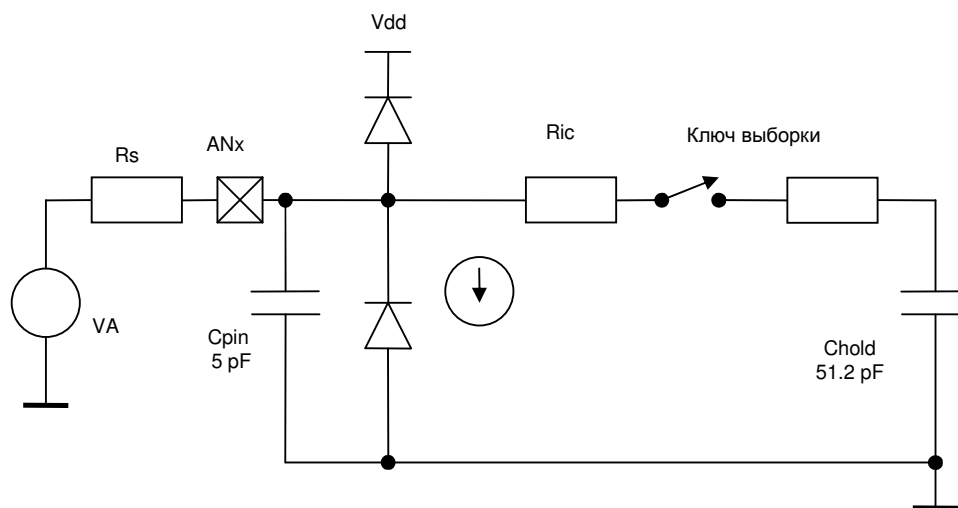

Рисунок 2. Аналоговая модель устройства выборки-хранения
PIC16F870 имеет пять каналов аналого-цифрового преобразователя (AD). AD преобразование 10-ти разрядное, осуществляется методом последовательного приближения, на время преобразования уровень входного сигнала удерживается устройством выборки-хранения (рисунок 2). Источник опорного напряжения задается программно. Внутренним источником является положительное напряжение питания устройства (V_{dd}), внешний источник подключается к контакту RA3/AN3/ V_{ref} . Модуль AD состоит из программно доступных регистров: